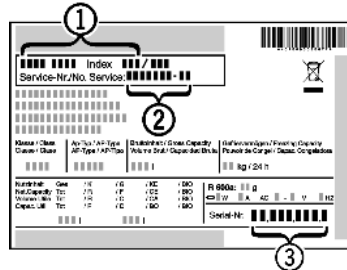

Fig. 20
- ▶ Leggere la denominazione dell'apparecchio Fig. 20 (1), il n° assistenza Fig. 20 (2) e il n° di serie Fig. 20 (3) sulla targhetta identificativa. La targhetta identificativa è situata all'interno dell'apparecchio, sul lato sinistro.
- ▶ Informare il servizio di assistenza e comunicare il difetto, la denominazione dell'apparecchio Fig. 20 (1), il n° assistenza Fig. 20 (2) e il n° di serie Fig. 20 (3).